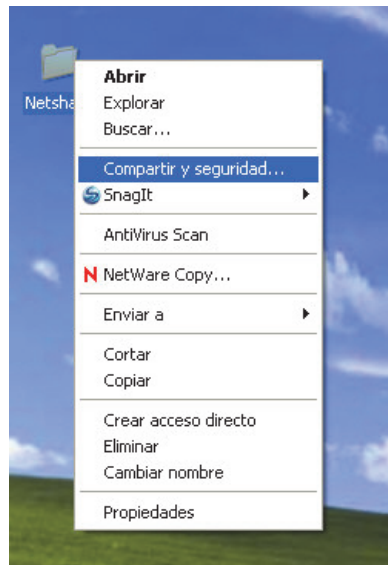

Figura 8-2 Haga clic con el botón derecho en la nueva carpeta, seleccione Sharing and Security (Compartir y seguridad)
Continuando con el ejemplo, la nueva carpeta creada en el escritorio de Windows se denominó Netshare (Figura 8-2).
2. Haga clic con el botón derecho del ratón en la nueva carpeta y seleccione Sharing and Security... (Compartir y seguridad...) como se muestra en la Figura 8-2.